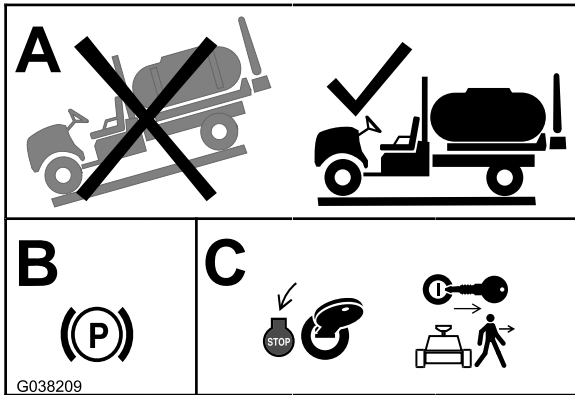

Figure 1
1. Amenez la machine sur un sol plat et horizontal (Figure 1).
2. Serrez le frein de stationnement (Figure 1).
3. Coupez le moteur et enlevez la clé de contact (Figure 1).